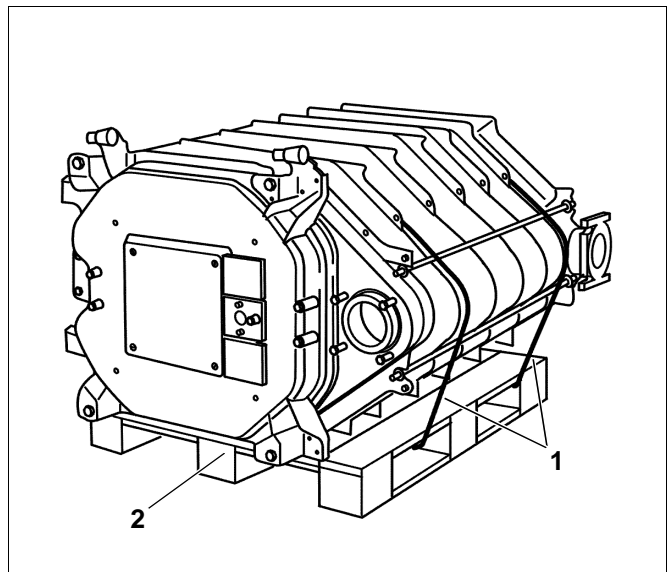

Fig. 20 Blocco caldaia su paletta
- Tagliare i nastri di sicurezza, vedi fig. 20, **pos. 1**).
- Prima della posa in opera togliere la paletta (fig. 20, pos. 2).